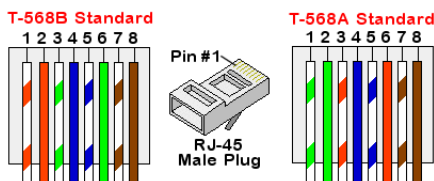

Figura 19: Cablaggio standard
- c. Inserire gli otto fili in un connettore RJ45, come descritto nella *Figura 19*
7. Per il lato switch/router, utilizzare un cavo precrimpato o utilizzare una pinza di crimpatura per preparare un connettore di comunicazione RJ45: Inserire gli otto fili nel connettore RJ45 nello stesso ordine indicato sopra (*Figura 19*).